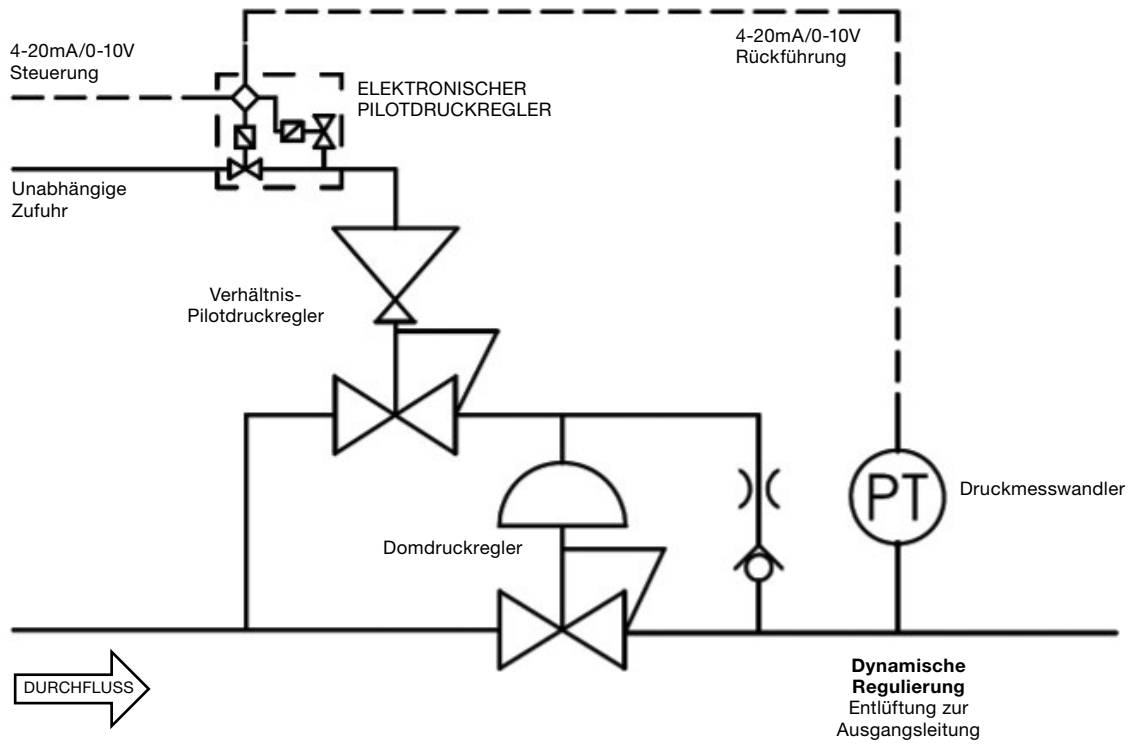

Abbildung 7
- **Verhältnissteuerung** Bei diesem Aufbau wird ein Verhältnis-Pilotdruckregler, der vom Systemdruck gespeist wird, zur Steuerung des Domdrucks verwendet. Der Verhältnis-Pilotdruckregler kann durch eine Kombination aus elektronischem Regler und Druckmesswandler gesteuert werden (Abbildung 7) oder durch eine externe Domeinspeisung. Der Ausgangsdruck des Verhältnisreglers ist proportional größer als sein Domdruck. Dadurch kann der Hauptregler den vollen Einstelldruck erreichen, während er von einer Niederdruckversorgung gesteuert wird. Dieser Aufbau ist nicht für Flüssigkeitsanwendungen geeignet.